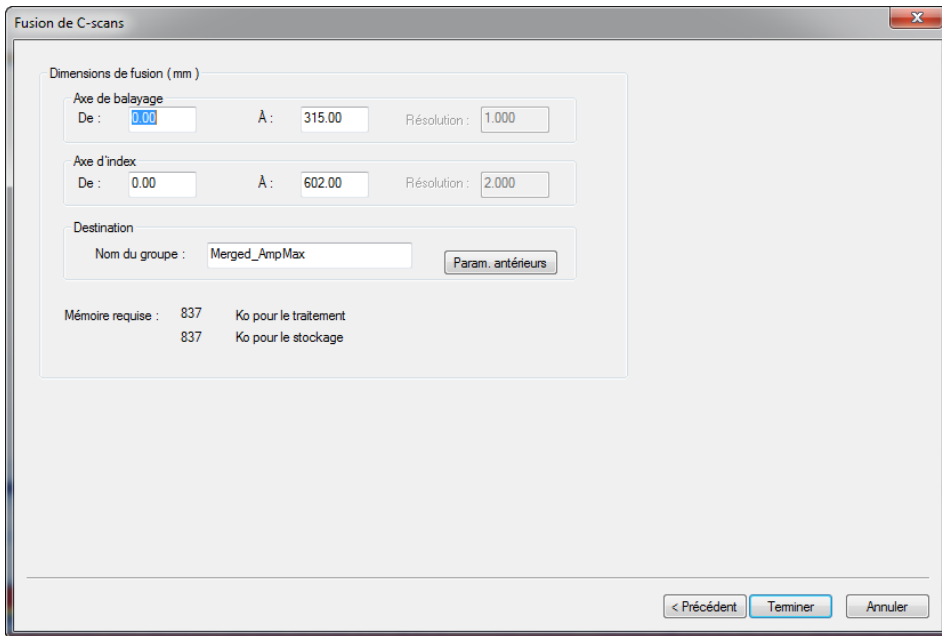

Figure 7-27 Exemple de la boîte de dialogue Fusion des C-scans (deuxième étape)
4. À la deuxième étape dans la boîte de dialogue **Fusion des C-scans** (voir la Figure 7-27 à la page 384), dans la zone de groupe **Dimensions de fusion** :
Le groupe fusionné est ajouté au contenu (voir la Figure 7-27 à la page 384).